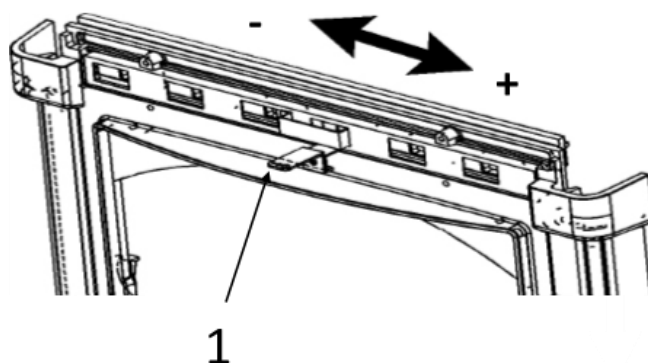
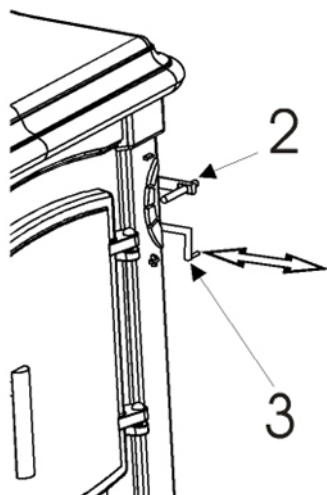

Fig. 4
Fig. 5
3. Ouvrir la clef n° 1 (fig. 4), laisser la porte foyer entrouverte, aider la combustion en ouvrant le thermostat n° 2 (fig. 5), ainsi que la clef de tirage direct n°3 (fig. 5).
La clef d'entrée d'air n°1 (fig. 4) permet de régler l'allure du foyer en ouvrant plus ou moins fort l'entrée d'air.